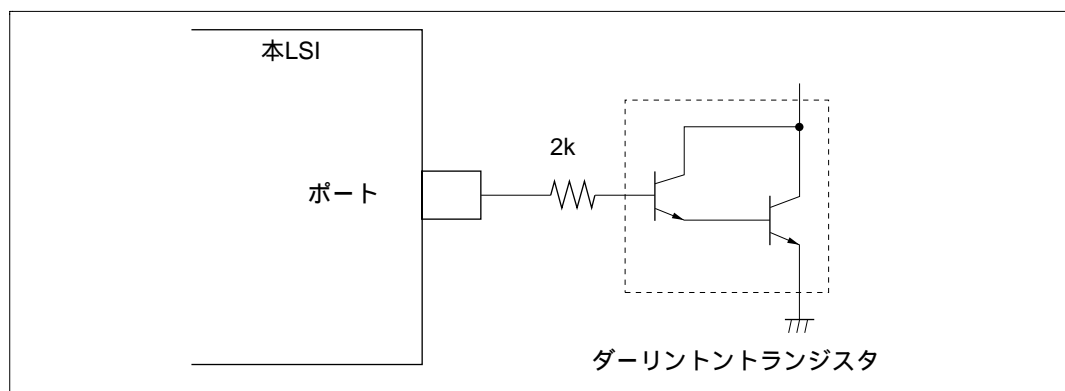
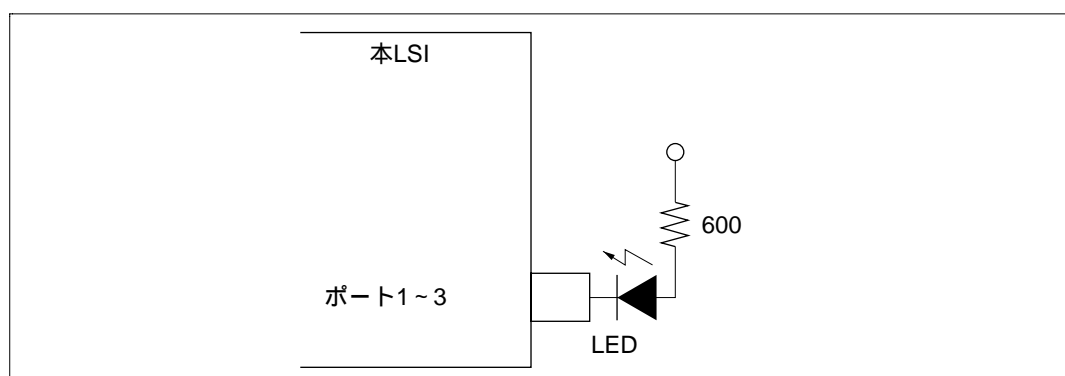

図 26.1 ダーリントトランジスタ駆動回路例
図 26.2 LED 駆動回路例
2. ダーリントントランジスタや、LED を直接駆動する場合には、図 26.1、図 26.2 に示すように、出力に必ず電流制限抵抗を挿入してください。